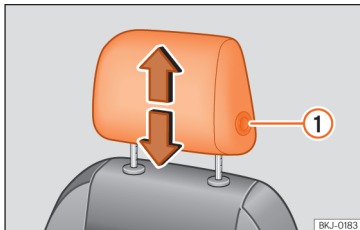
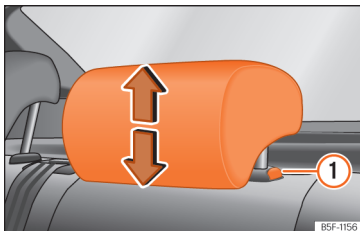

Abb. 68 Vordersitz: Kopfstützen-Einstellung.
Abb. 69 Kopfstütze hinten: Kopfstützen-Einstellung.
Sie zum Absenken auf gleiche Weise vor und drücken Sie die seitliche Taste ① »» (Abb. 68) , »» (Abb. 69).